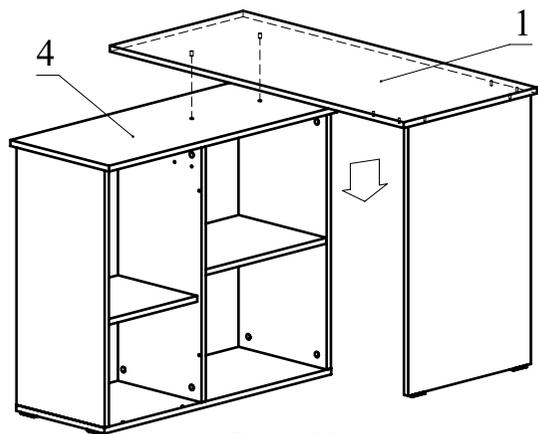

Рис. 12
11. Соедините две полученные сборки, вкручивая винт М6х25 в муфту врезную (Рис. 12).